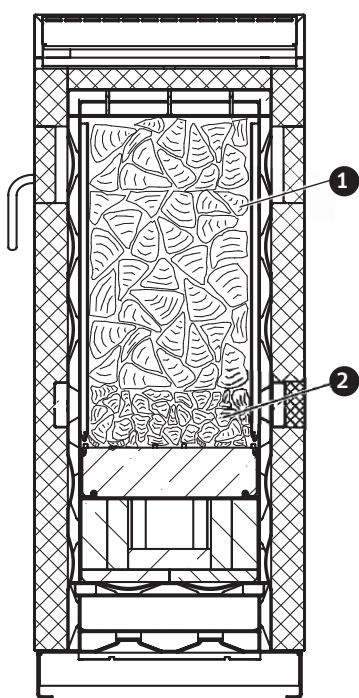
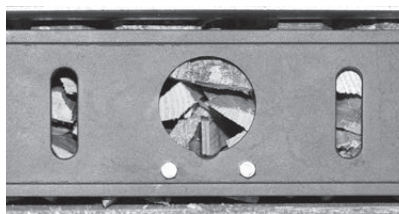

Fig. 46 Füllraum-Schnitt
Fig. 45 **Richtig** eingelegtes Scheitholz vor der Zündöffnung
- Zuerst kleine, dann größere **Scheithölzer** der Länge nach **einlegen** und je nach Bedarf den Füllraum auffüllen – Fig. 46. Vor dem Schließen der Anzündtür, kontrollieren, dass Holz direkt vor der Zündöffnung liegt – Fig. 45.